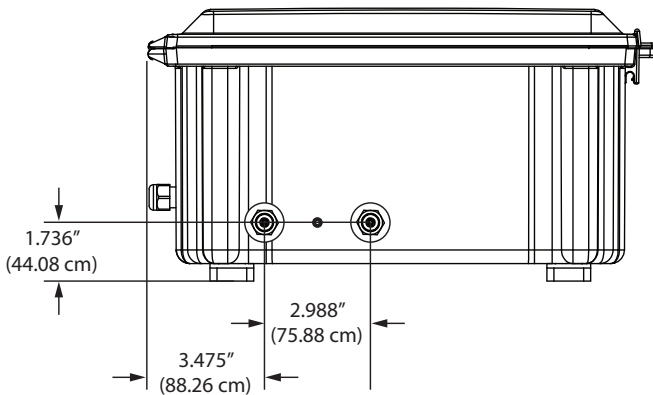

Abbildung 5: Chlorine 3017M Leitungsanschlüsse, Ansicht von unten
- Befestigen Sie den 1/2"-ID-Ablaufschlauch am Anschlussstück an der Unterseite des Analyzers. Siehe Abbildung 5.